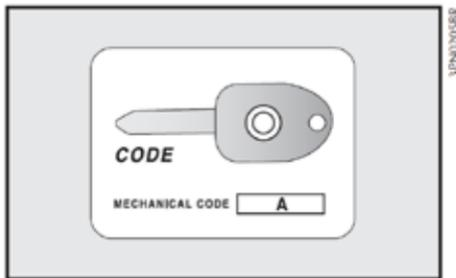

fig. 2
- desbloqueo de la cajuela por medio del control remoto (llave B-fig. 2);
- bloqueo/desbloqueo de las puertas y de la cajuela por medio del control remoto (llave B-fig. 2).